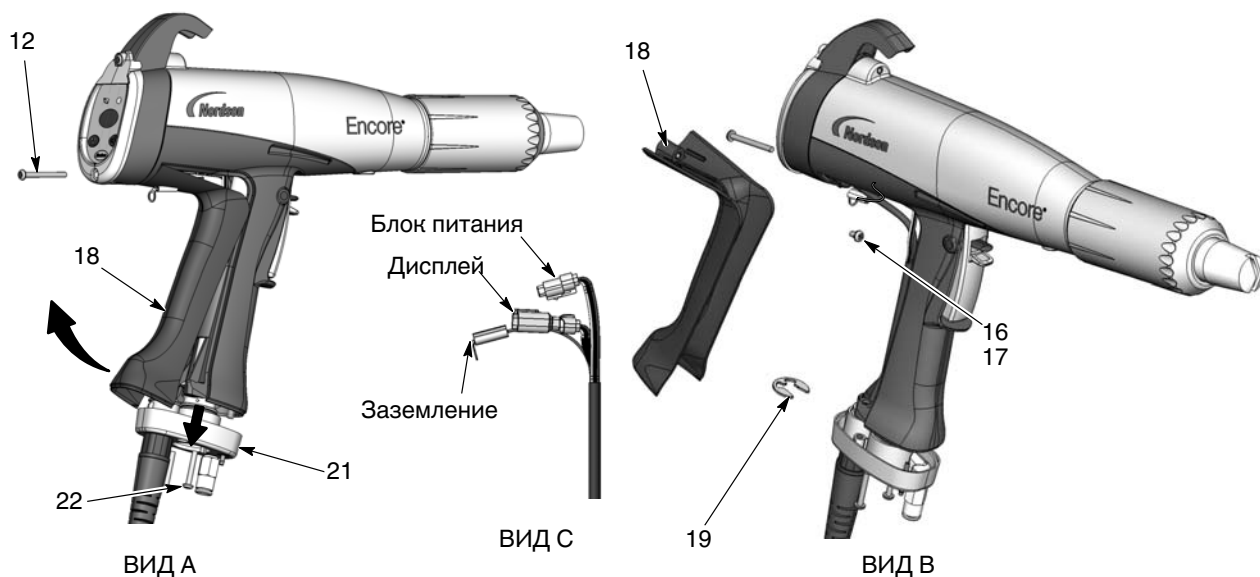

Рис. 6-7 Замена кабеля
2. См. рис. 6-7, вид А. Вывернуть два винта М3 х 20 (22) крепления основания рукоятки (21) к рукоятке.
3. Вывернуть нижний винт М3 х 35 (12) из модуля дисплея.
4. Оттянуть основание от рукоятки достаточно для того, чтобы освободить из основания нижний край накладки заземления (18).
6. См. рис. 6-7, вид В. Вывернуть винт М3 х 8, снять стопорную шайбу (16, 17) и наконечник провода заземления с накладки заземления.
7. Снять с кабеля стопорную шайбу (19).
8. См. рис. 6-7, вид С. Вытянуть разъемы кабеля из рукоятки. Вставив плоское жало миниатюрной отвертки в пазы в разъемах блока питания и дисплея, освободить защелку и разъединить разъемы.
1. См. рис. 6-7. Продеть новый кабель сквозь основание рукоятки, а затем зафиксировать кабель стопорной шайбой (19).